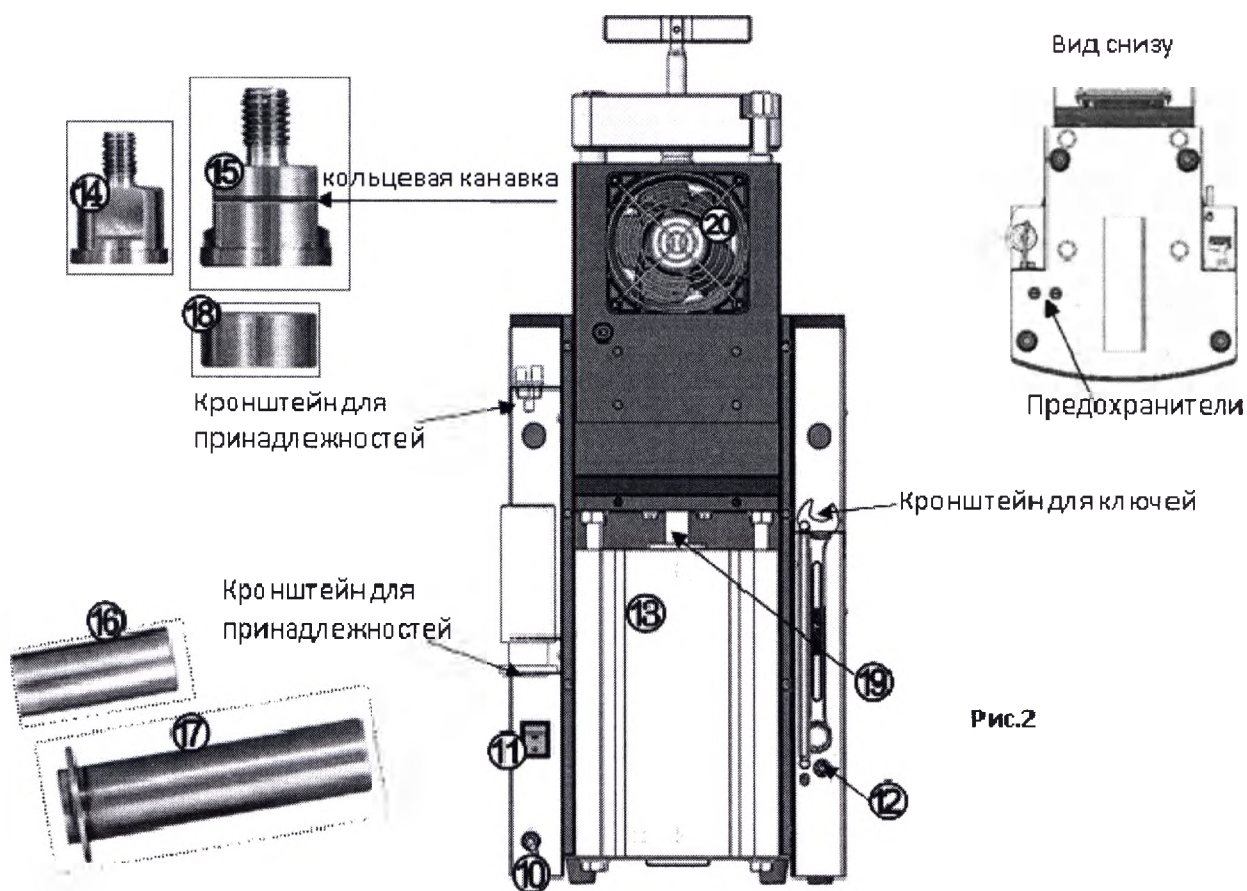

Рис.2
- Соединить до упора розетку сетевого шнура с соответствующим разъемом (10) **ТЕРМОПРЕССА**, а вилку – с сетевой розеткой, см. МЕРЫ БЕЗОПАСНОСТИ.
- Разместить принадлежности, гаечные ключи в гнездах кронштейнов, рис.2.